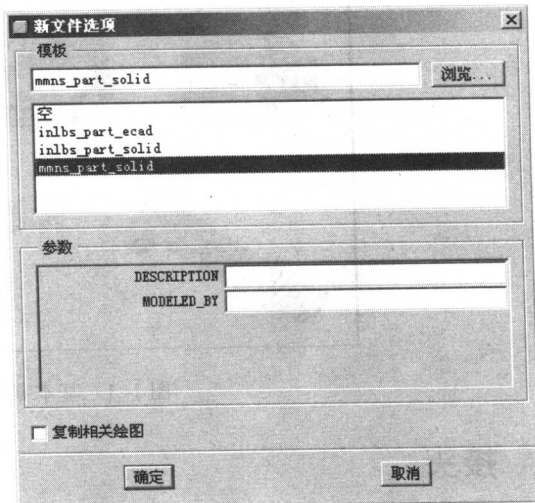

图 1-4 “新文件选项”对话框
(3) 单击“确定”按钮打开“新文件选项”对话框，如图 1-4 所示。然后选择 mmns_part_solid（毫米/牛顿-零件实体-模板）项。然后单击“确定”按钮，进入到基本特征的创建环境中。